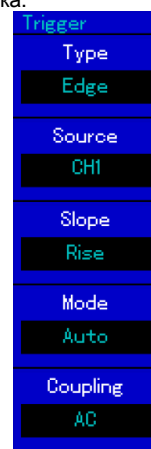

Рисунок 1-12 Меню настройки запуска
2) Нажатием кнопки **[TRIG MENU]** в зоне управления запуском откройте меню настройки запуска для изменения настроек (Рисунок 1-12).